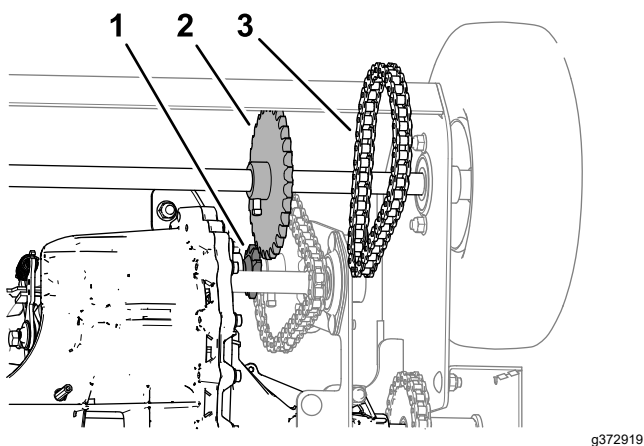

Figura 53
3. Retire y guarde el conector de la cadena de transmisión de las ruedas, y retire la cadena del piñón del transeje y del piñón de tracción de las ruedas (Figura 53).